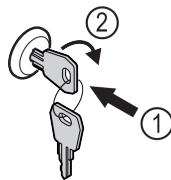

Fig. 200
- ▶ Вставьте ключ. Fig. 200 (1)
- ▶ Поверните ключ на 90° по часовой стрелке. Fig. 200 (2)